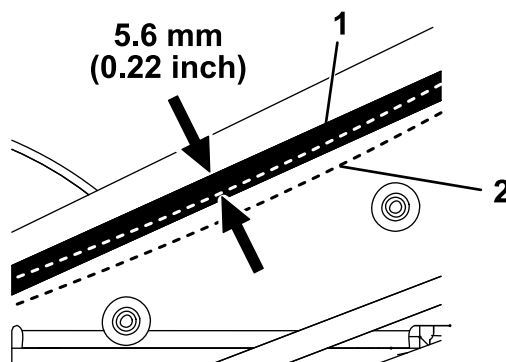

Figura 12
9. Presione la correa hacia abajo para comprobar la tensión (Figura 12). Debe poder desviar la correa 5.6 mm ($0.22"$) usando una fuerza de 3.4 kg (7.4 libras). Ajuste el perno tensor según sea necesario para apretar o aflojar la correa.